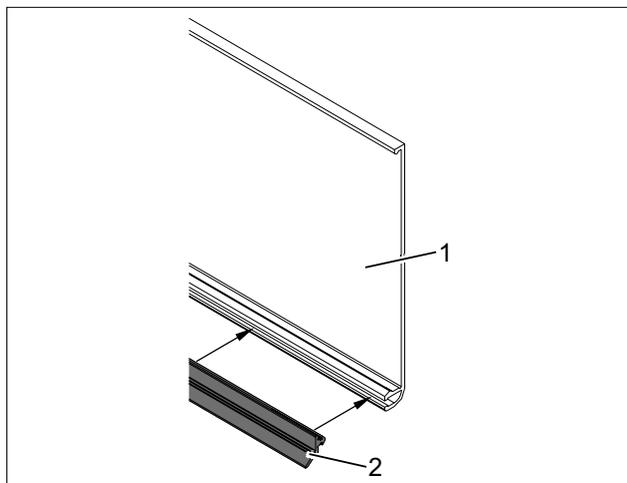

Abb. 42 Abdeckprofil vorbereiten
1. Gummidichtung (Abb. 42/2) über die gesamte Länge in das Abdeckprofil (Abb. 42/1) einziehen.